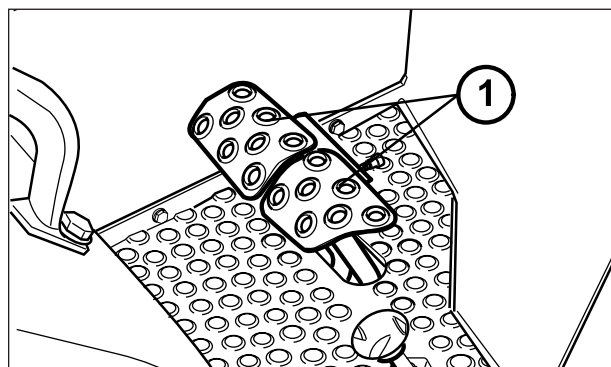

Fig. 82 - Pedal freno (2 pedales versiones S - F, 1 pedal versiones Articulado)
- Disminuir la velocidad y parar el tractor con el pedal del freno (1 Fig. 82).